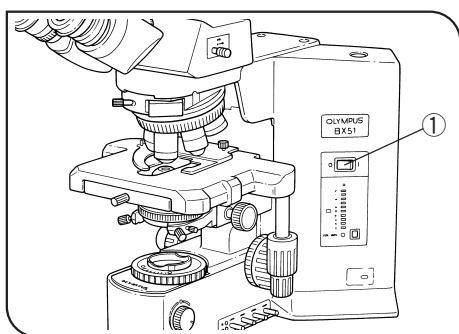

図 1
- 5) 光源ランプの交換は感電事故および火傷を防止するため、必ずメインスイッチ①を●(OFF)にし、電源コードをコンセントから抜いてランプハウスおよびランプが、充分冷えてから行ってください。(図1)